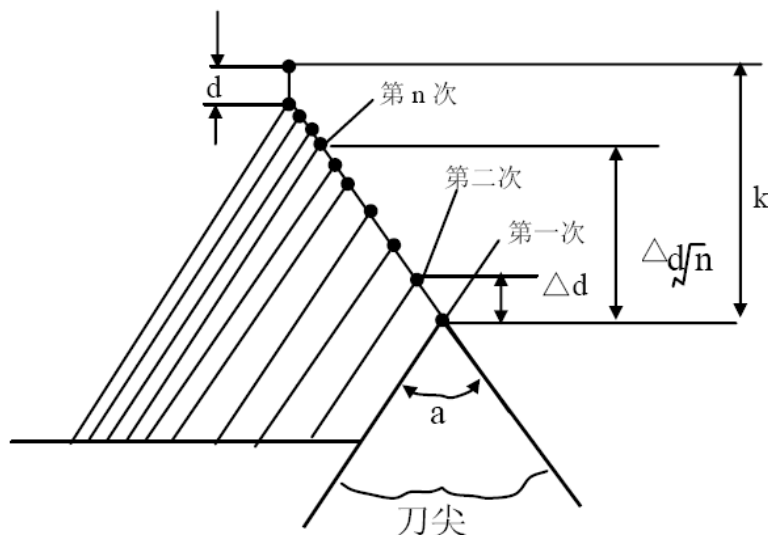

图3-13 G76螺纹加工
11. G76指令循环加工中，刀具为单侧刃加工，刀尖的负载可以减轻。另外，第一次切入量为 Δd ，第N次为 $\Delta d\sqrt{n}$ ，每次切削量是一定的。考虑各地址的符号，有四种加工图形，也可以加工内螺纹。在图3-13所示的螺纹切削中，只有C, D间用F指令的进给速度，其他为快速进给。在图3-13所示的循环中，增量的符号如下：